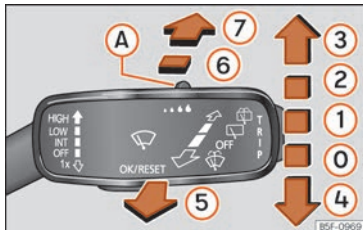

Abb. 94 Bedienung von Windschutz- und Heckscheibenwischer
| 1 | INT | Intervall-Wischen für den Scheibenwischer. Mit Schalter » Abb. 94 (A) Intervallstufen (Fahrzeuge ohne Regensensor) oder Empfindlichkeit des Regensensors einstellen. |
| 2 | LOW | Langsames Wischen regulierbar über Bedienelement » Abb. 94 (A). |
| 3 | HIGH | Schnelles Wischen regulierbar über Bedienelement » Abb. 94 (A). |